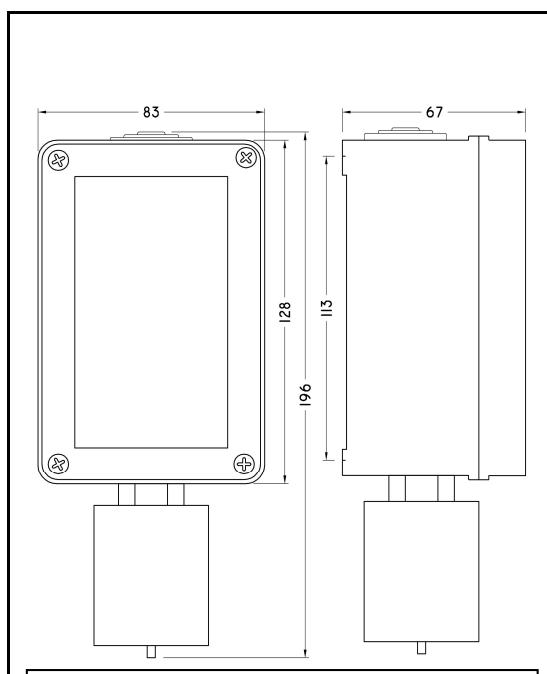

Fig. 1 – Dimensioni / Size / Dimensions
**Montage:** en Fig. 1 sont indiquées les dimensions. La sonde s'installe verticalement. Le détecteur doit être monté en position verticale avec le capteur tourné vers le bas.